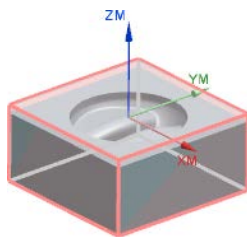

图 17.4 毛坯几何体
Step3. 单击“毛坯几何体”对话框中的  确定 按钮，系统返回到“工件”对话框，完成图 17.4 所示毛坯几何体的创建。